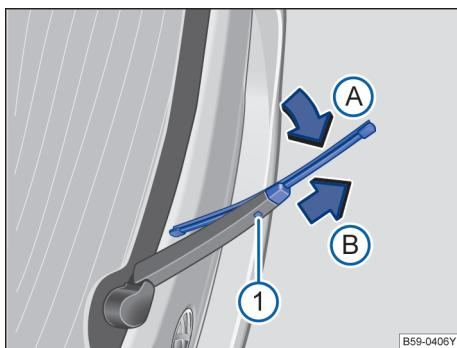

图 130 更换后风窗刮水器刮水片。
- 按住解锁按钮 → 图 130①。
- 将后风窗刮水器刮水片朝刮水器摆臂 → 图 130（箭头A）方向翻转，同时沿箭头方向B拔下。会因此需要用较大的力量。